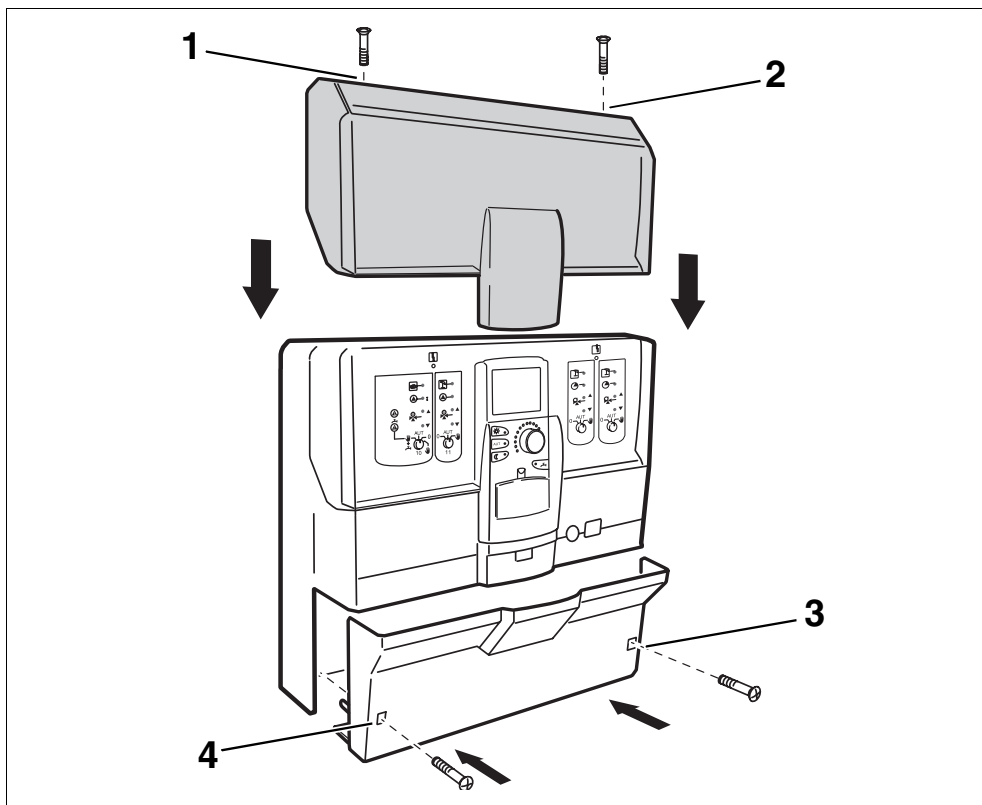

Рис. 10 Установка крышки корпуса и нижней крышки
- Закрутить два винта на верхней крышке корпуса (рис. 10, поз. 1 и 2).
- Закрутить два винта нижней крышки (рис. 10, поз. 3 и 4).